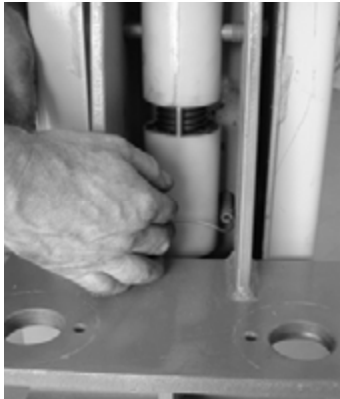

Fig.19
1. Plaats een draadklem aan een eind van de kabel en voer het andere eind in het pijpje in de heftafel van de bedieningskolom (Fig.19).